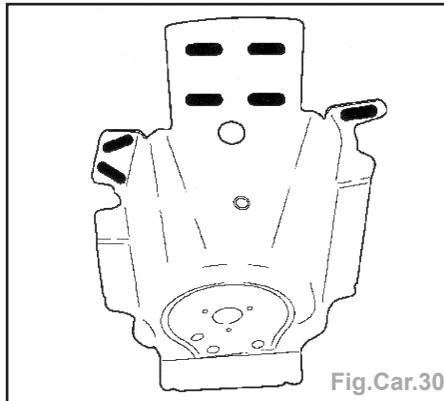

Fig.Car.30
- Préparer le support corps d'essieu avant (trous oblongs 7 x 24 mm) (Fig.Car.30).